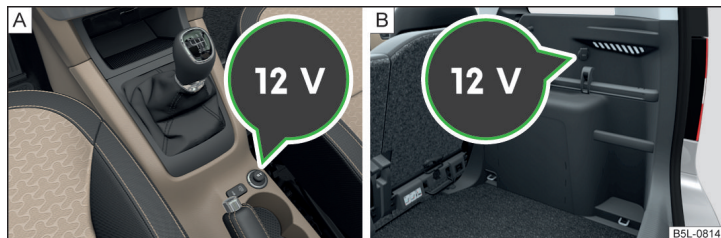

Fig. 81 Capacul prizei de 12 V: în consola centrală față / în portbagaj
- Pentru **utilizare**, scoateți capacul prizei » fig. 81 - **[A]** sau deschideți capacul prizei » fig. 81 - **[B]**.